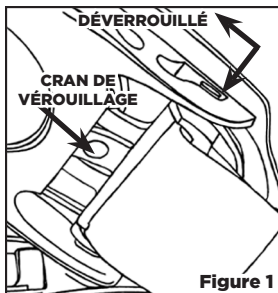

Figure 1
- 1 Appuyez sur les clips de rétention du verre et poussez- les pour les dé-clipser de leur logement. Renouvelez l'opération de l'autre côté. [voir figure 1]